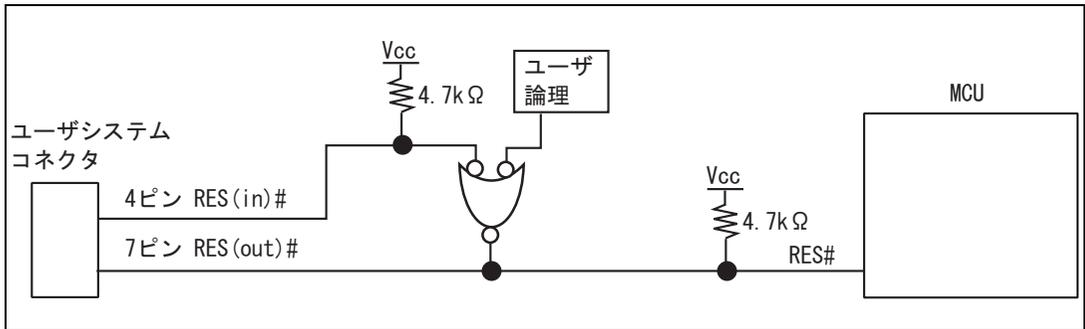

図 1.6 RES#端子の結線
3. ユーザシステムコネクタの4ピンのRES(in)#端子はE10AエミュレータがMCUに対して出力する信号線です。ユーザ論理のリセット回路と4ピンのRES(in)#端子を図1.6のようにして、MCUに結線してください。また、ユーザシステムコネクタの7ピンのRES(out)#端子はE10AエミュレータがMCUのRES#端子をモニタする信号線です。プルアップの上、ユーザシステムコネクタの7ピンに結線してください。